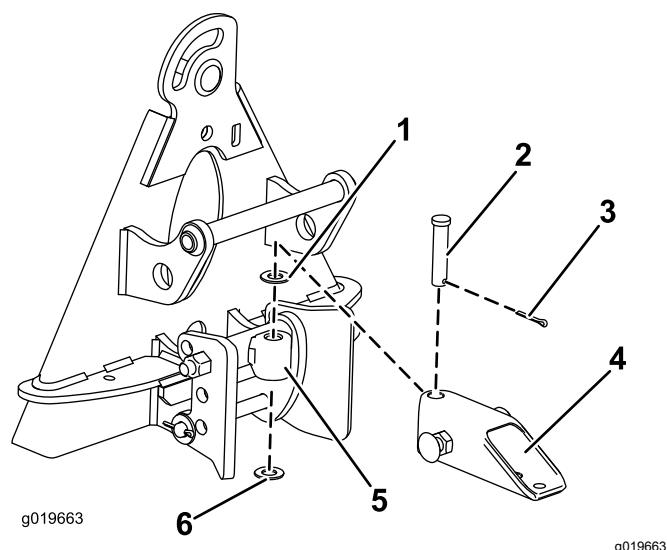

Bild 3
1. Befestigen Sie das Anhängerkupplungsrohr mit einem Lastösenbolzen, zwei Scheibe und einem Splint an der Anbauvorrichtung und positionieren Sie es so, wie in Bild 3 dargestellt.